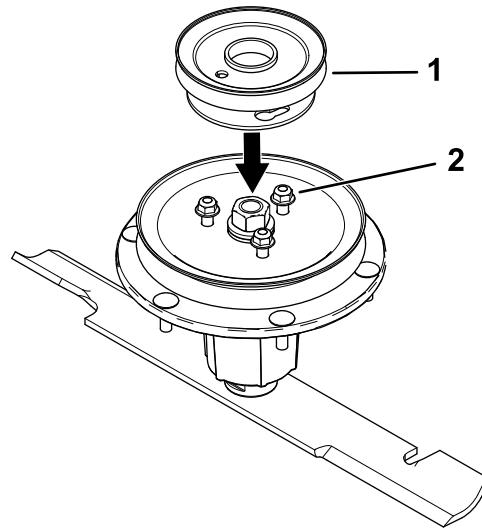

Bild 10
7. Richten Sie die neue Riemscheibeneinheit so aus, dass die Öffnungen mit den Muttern zusammenpassen (Bild 10).